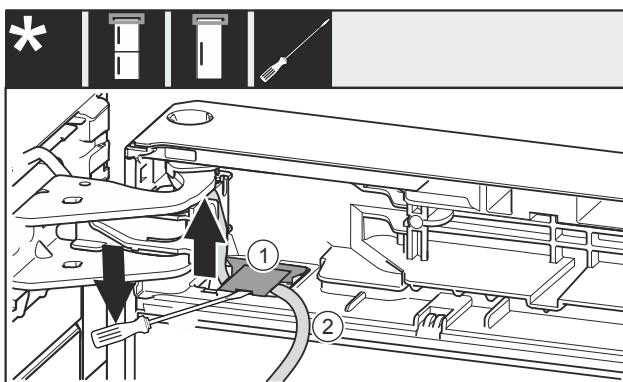

Fig. 24
► Mit Schlitzschraubendreher die Abdeckung Fig. 24 (1) anheben und herausziehen.
► Kabel Fig. 24 (2) herausziehen.